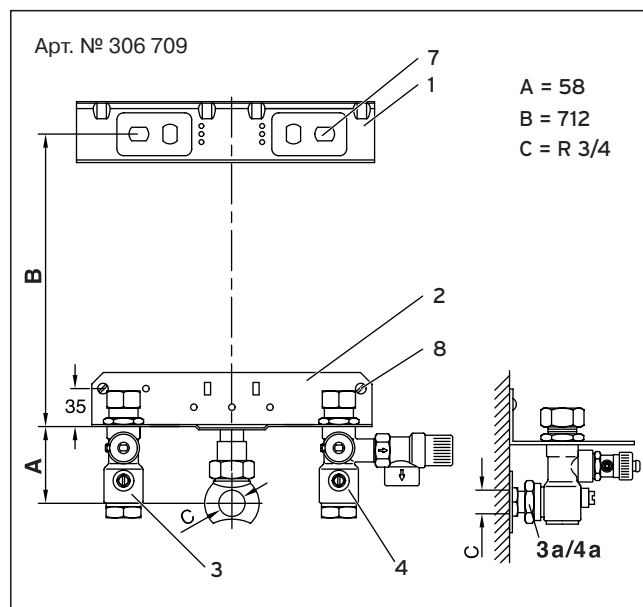
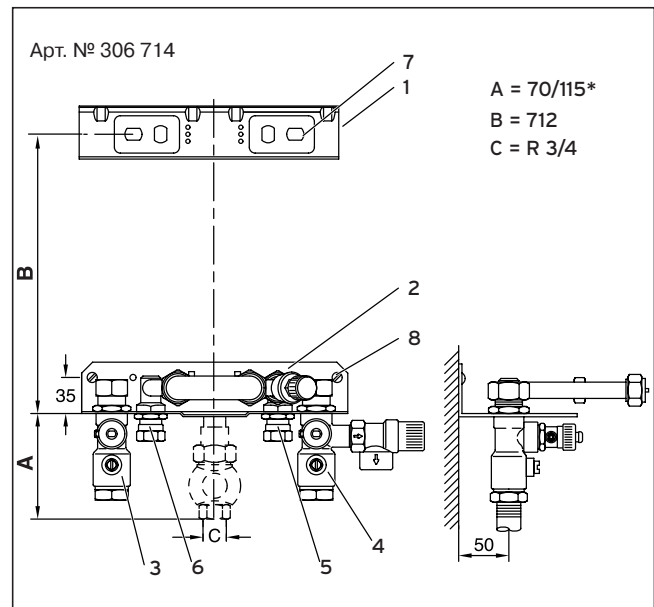

Рис. 3.4 Соединительная консоль VU (скрытый монтаж)
Рис. 3.6 Соединительная консоль VUW (открытый монтаж)
- Разметьте с помощью прилагаемого к аппарату монтажного шаблона крепежные отверстия для держателя (1) и соединительной консоли (принадлежность) (2) (см. рис. 3.4, 3.5 и 3.6).
- Закрепите входящий в объем поставки держатель (1) на стене.
- Установите соединительную консоль (2).
- Установите аппарата сверху на держатель и одновременно введите соединительные трубы для подачи (3) и возврата (4) греющей воды в соответствующие патрубки на соединительной консоли.
- Дополнительно при исполнении аппарата VUW: установите линии входа холодной воды (5) и слива горячей воды (6) на нижней стороне аппарата (см. рис. 3.6).